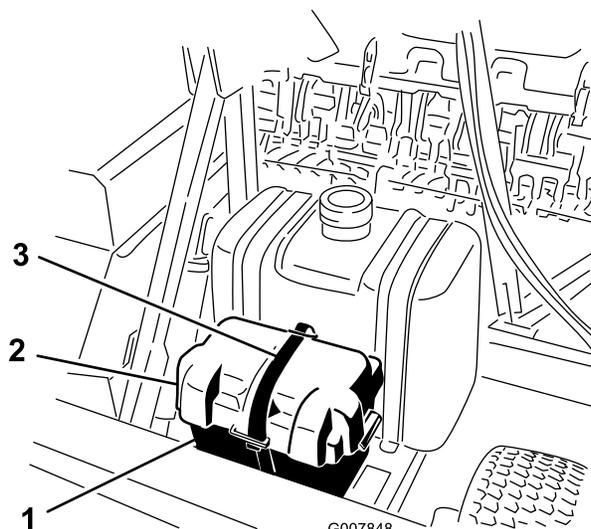

図 3
2. バッテリー・カバーをバッテリー・ボックスに固定しているベルトストラップを外す(図3)。